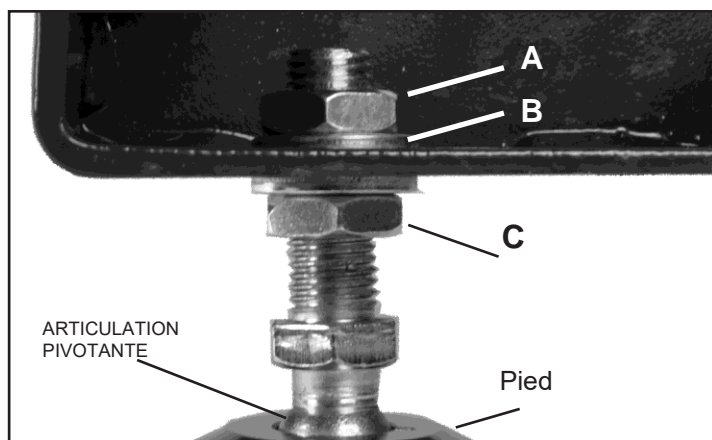

FIG. 3
2. Les pieds réglables ont deux écrous hexagonaux et rondelles assemblés sur leurs arbres filetés. Retirez l'écrou supérieur et la rondelle (Fig. 3, A) et laissez l'écrou inférieur et la rondelle sur l'arbre. L'écrou inférieur sera utilisé pour régler le niveau du tour ultérieurement. Figure 3.
**REMARQUE :** Une fois que la tour à bois est assemblée et à son emplacement final, ajustez le bas de l'écrou (s) (Fig. 3, C) qui sont juste sous le bas du pied pour régler la hauteur désirée de fuseau et pour niveler la tour à bois. Une fois réglés, serrez les écrous supérieurs pour fixer les pieds réglables en position.